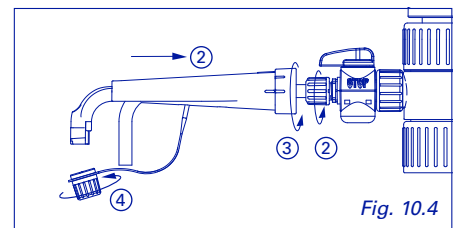

Fig. 10.4
- ③ Attach delivery jet to stopcock (Fig. 10.4)
- ③ Ausstoskanüle einfügen (Abb. 10.4)
- ③ Insérer le bec verseur (Fig. 10.4)